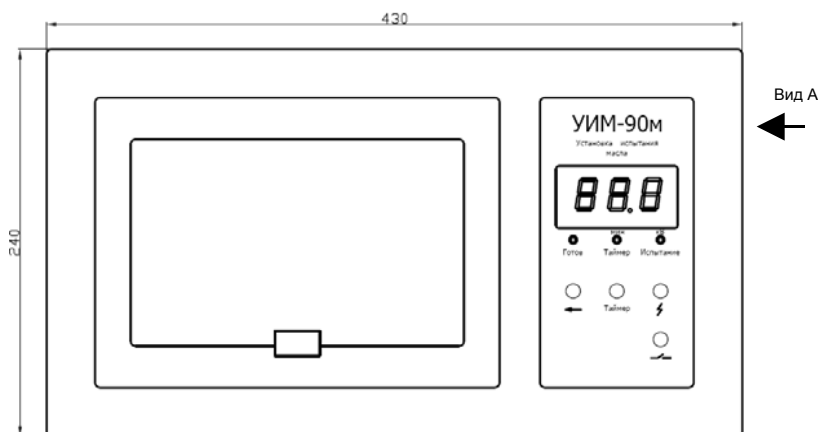

Рисунок 1.
4.1. Конструктивно Установка (см. рисунок 1) выполнена в виде переносного пульта. Пульт имеет испытательный отсек для установки измерительной ячейки. Испытательный отсек закрывается прозрачной крышкой, снабжённой блокировкой. При открытой крышке включение высокого напряжения блокируется. При открывании крышки во время испытаний высокое напряжение отключается, регулятор напряжения выводится в исходное положение.
На панели управления Установкой (см. рисунок 1) расположены: цифровой индикатор выходного испытательного напряжения (единицы измерения – кВ), светодиодные индикаторы состояния Установки и кнопки управления. Описание светодиодных индикаторов приведено в таблице 3. Назначение кнопок управления приведено в таблице 4.